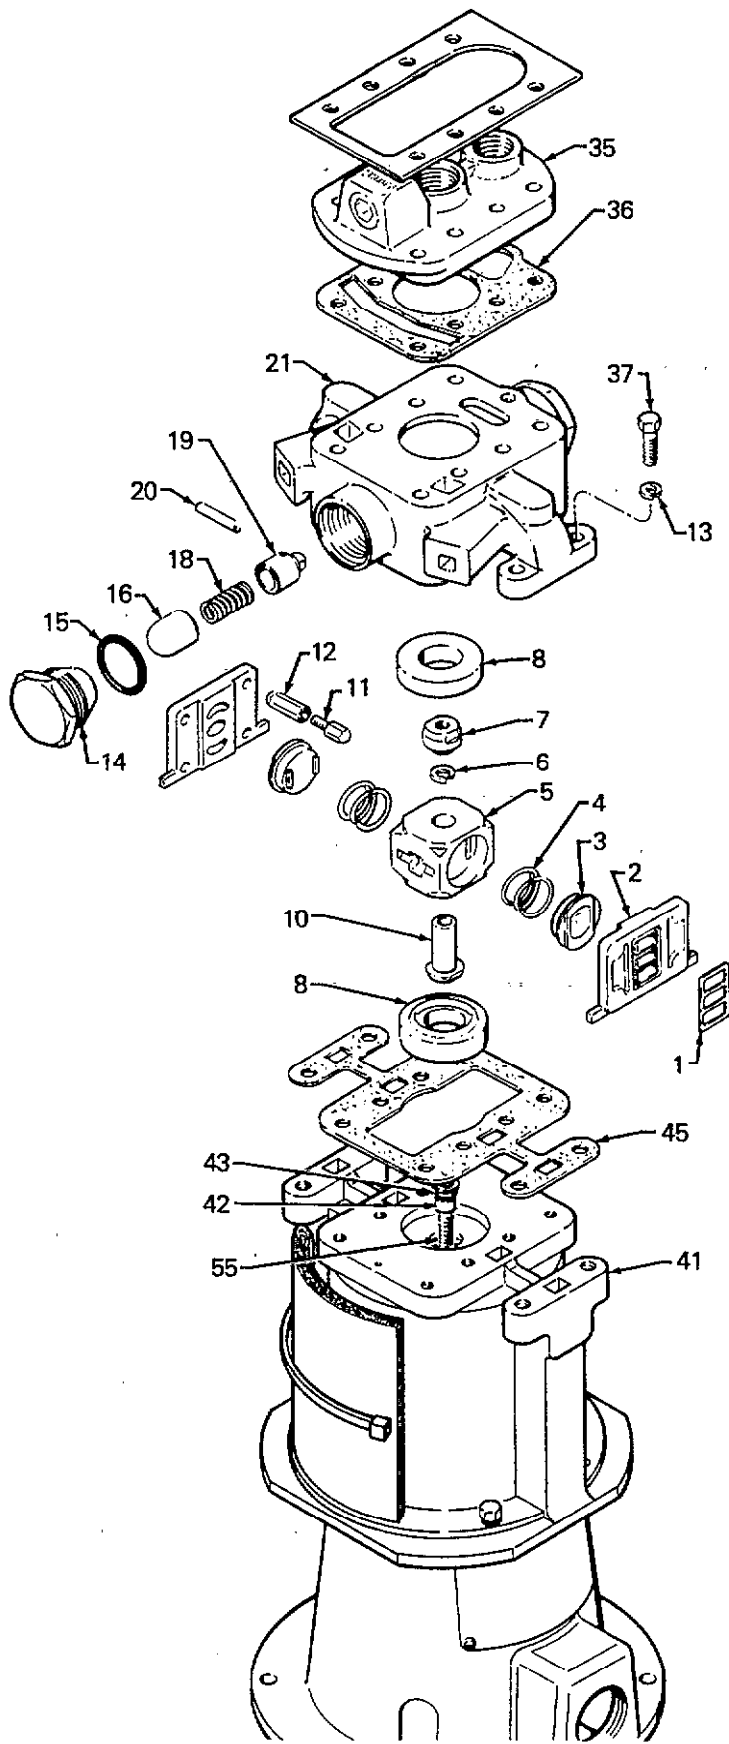

Fig 9-1
3. Tag bort skruvarna (26), fjäderbrickorna (25) och luftmotorkåpan (34).
**OBS!** Se fig 9-1 för att följa punkt 4 till 12.
4. Lyft bort luftfördelargaveln (35).
5. Skruva bort fjäderhållarna (14), O-ringarna (15), fjäderstyrningarna (16), fjädrarna (18), fjäderhusen (19) och pinnarna (20) ifrån resp sida på luftfördelaren (21).